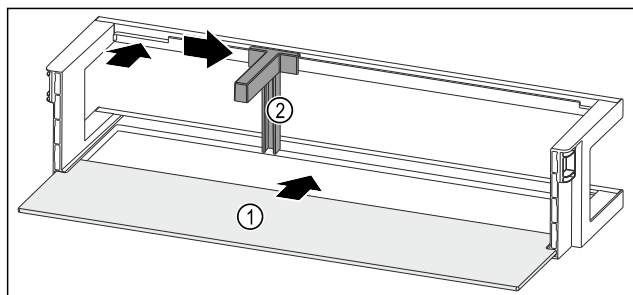

Fig. 141 Balconcino controporta con ripiano
- ▶ Inserire il ripiano Fig. 141 (1) negli incavi laterali.
- ▶ Inserire il fermabottiglie Fig. 141 (2) nell'incavo.
- ▶ Fare scorrere il fermabottiglie Fig. 141 (2) lateralmente alla posizione desiderata.